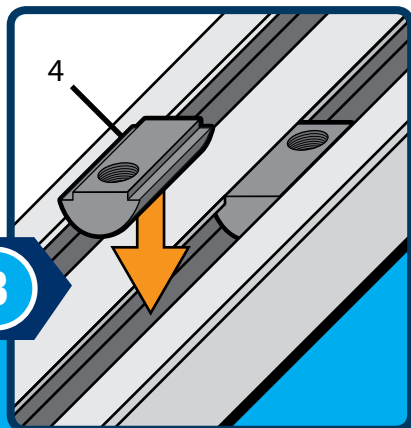

Fig. 104
Setzen Sie die Nutensteine (4) in die Nut der Aluprofile ein, wie in Fig. 104 ersichtlich. Die Position der Control Box am Trägergestell hängt von Ihrer twall Version ab, siehe dazu S.68/69.
Insert the slot nuts (4) into the grooves of the aluminium profiles as shown in Fig. 104. The mounting position of the Control Box depends on your twall version, as shown on page 68/69.